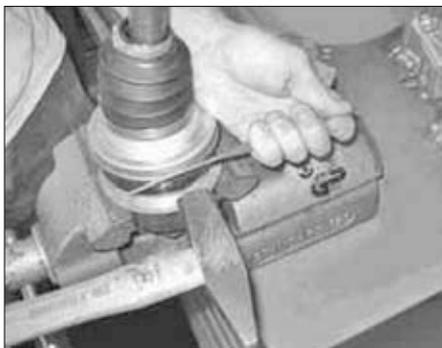

FIG. 16
- Réenfoncer le capuchon du soufflet dans la gorge en appliquant un mandrin (Ø 4 mm) et en donnant des coups réguliers avec le marteau (Fig.16).